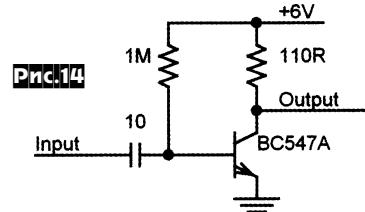
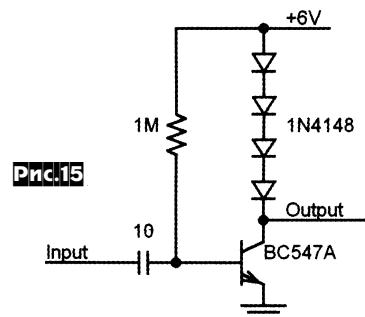

Рис.14
Рис.15
**С. Чекчеев**, отмечая, что в обычном усилителе напряжения (рис. 14) токи коллектора и базы, в целом почти пропорциональные (в рабочем диапазоне токов) друг другу, довольно нелинейно связаны с входным напряжением (зависимость тока коллектора от напряжения база-эмиттер близка к экспоненциальному), предлагает **для компенсации такой нелинейности** коллекторную нагрузку выполнить не резистивной, а состоящей из цепочки диодов (рис. 15), а еще лучше - прямосмещенных р-п-переходов транзисторов того же типа, что и усилительный (рис. 16). Поскольку напряжение на полупроводниковом диоде пропорционально натуральному логарифму тока через него, то в такой схеме почти полностью нейтрализуется нелинейность собственно транзистора (логарифм экс-
поненты = константа). Как реальные измерения, так и симуляция в PSpice подтвердили, что при амплитуде входного напряжения 10 мВ схема рис. 14 имеет  $K_g=0,96\%$ , рис. 15 -  $K_g=0,058\%$ , а рис. 16 -  $K_g=0,0056\%$ . Довольно кардинальное улучшение, причем достигаемое не средствами обратной связи! Коэффициент усиления схем рис. 15 и рис. 16 численно равен количеству р-п-переходов в нагрузке, в данном случае  $K_u=4$ . Бонусом таких схем является их почти идеальная нечувствительность к изменению напряжения питания (разумеется, питание не должно опускаться ниже суммы падения напряжения на прямосмешенных переходах), а также температуры («Electronics World» №7/2003, с.33).